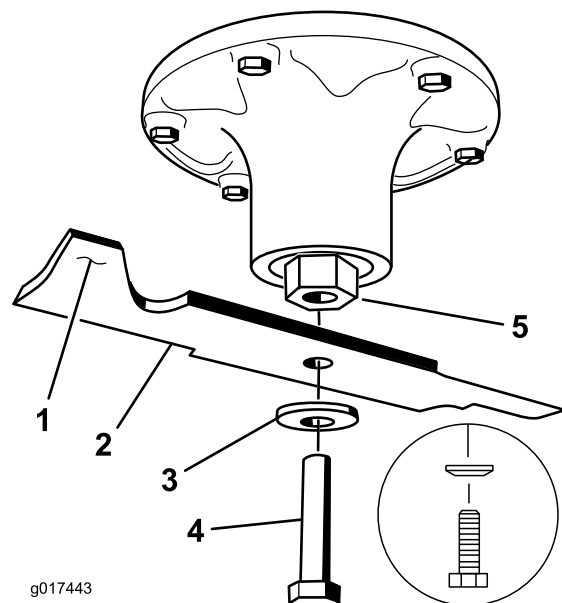

Figura 76
2. Togliete il bullone, la rondella curva e la lama dall'asse del fusello (Figura 76).